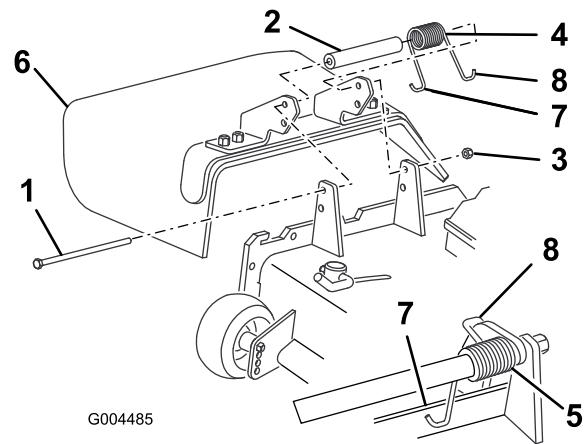

Bild 80
2. Entfernen Sie die Sicherungsmutter, Schraube, Feder und das Distanzstück, mit denen das Ablenkblech an den Drehhalterungen befestigt ist (Bild 80). Entfernen Sie defekte oder abgenutzte Ablenkbleche.
3. Legen Sie das Distanzstück und die Feder zwischen die Halterungen des Ersatzablenkbleches (Bild 80). Setzen Sie das linke J-Hakenende der Feder hinter die Kante des Mähwerks.
Hinweis: Stellen Sie sicher, dass sich das linke J-Hakenende der Feder hinter der Mähwerkkante befindet, bevor Sie die Schraube einführen, siehe Bild 80.
4. Setzen Sie die Schraube und Mutter ein. Führen Sie das rechte J-Hakenende der Feder um das Ablenkblech (Bild 80).